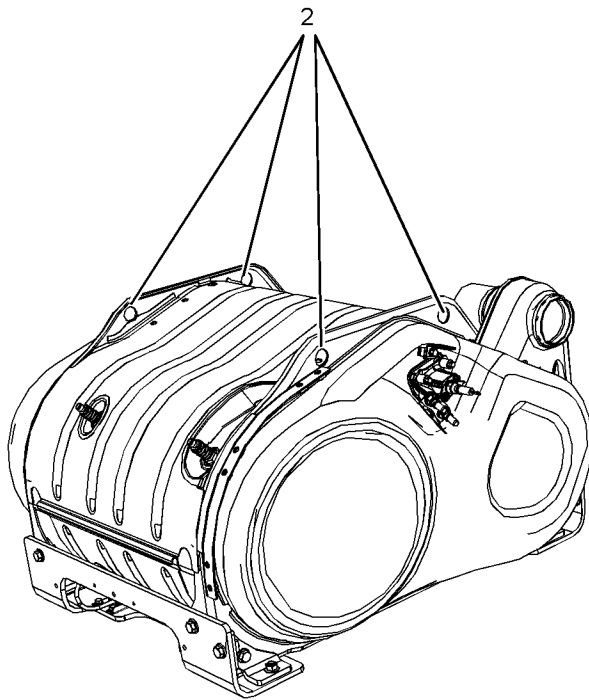

Abbildung 39
(2) Hubösen für das CEM
Die Position der Hubösen zum Heben des CEM kann Abbildung 39 entnommen werden. Die Hubösen (2) sind nur zum Heben des CEM vorgesehen. Die Hubösen (2) dürfen nicht zum Heben anderer Teile der Anwendung verwendet werden.